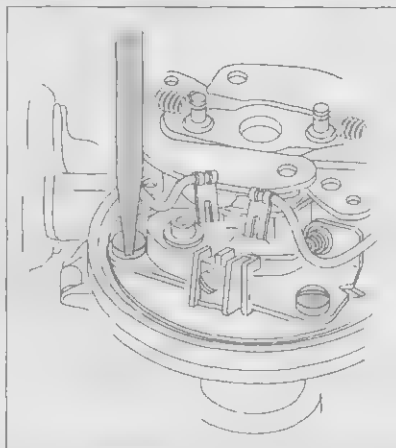

Рис. 12.30 Открутите винты, которыми крепятся контакты
2. Снимите старые контакты, открутив один или несколько винтов, которыми они крепятся (рис. 12.30).